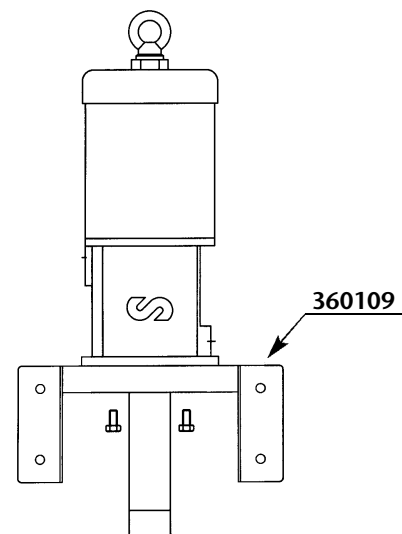

Fig. 2
- a. Wall mounting (Using wall bracket 360109). Mount the wall bracket to the wall securely. Insert the pump through the wall bracket and attach it with screws (See figure 2).
- a. Fixation murale (à l'aide du support mural 360109). Fixer fermement au mur le support mural. Introduire la pompe par le support et la fixer à l'aide des vis fournies (voir figure2).